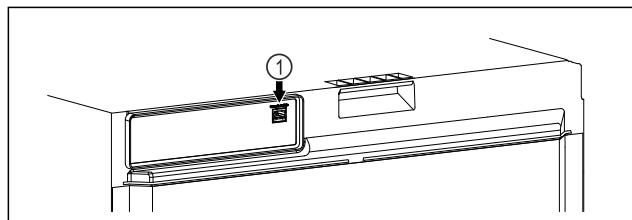

Fig. 104
- SmartModule Fig. 104 (1) встановлено.